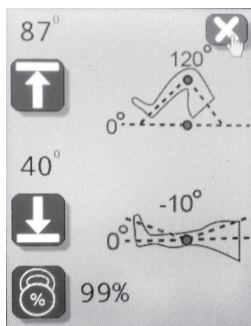

Рисунок 8.5 – Дисплей режима задания параметров механизмов
8.3 Дисплей режима задания параметров механизмов (см. рис. 8.5):